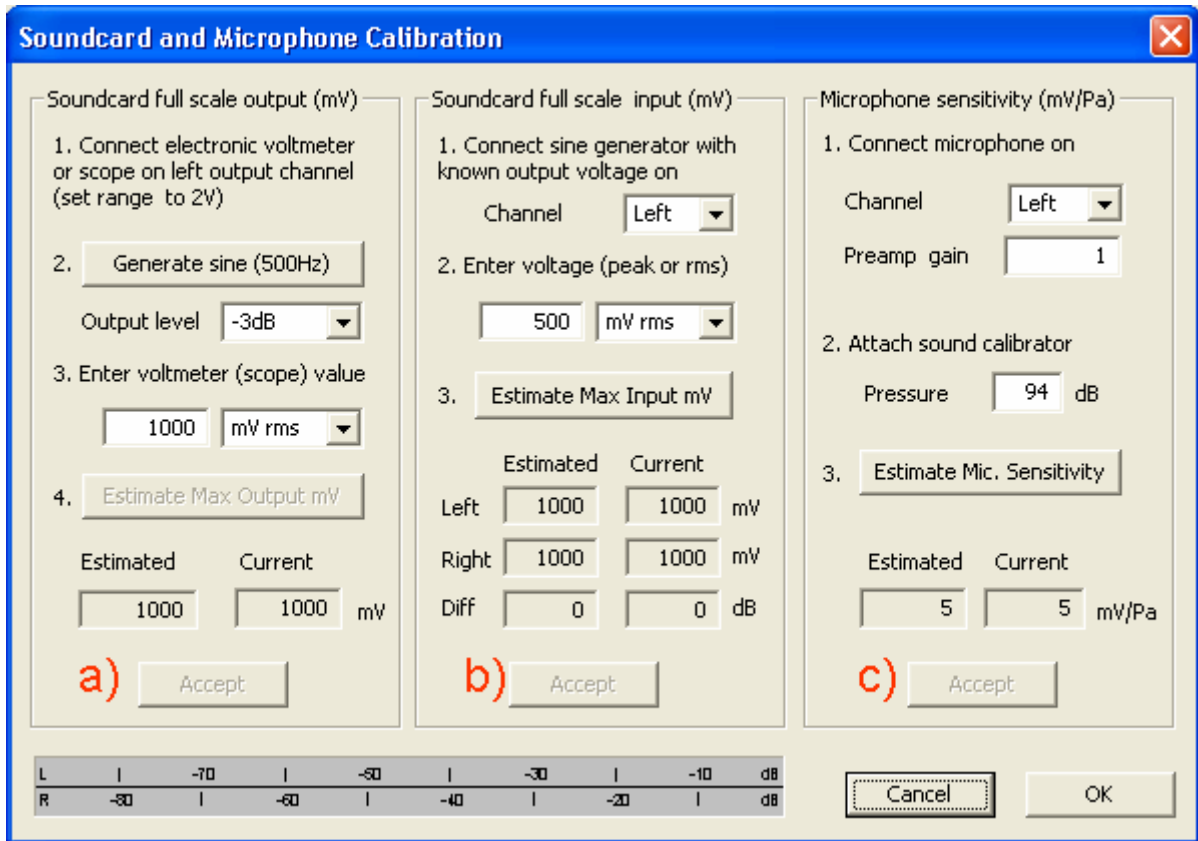

Imagen 5.1: Menú de calibración
5. Presione '**Estimate Max Input mV**' y controle el nivel de entrada en los medidores de pico de la parte inferior de la pantalla (véase Imagen 5.1). Si el canal de entrada está sobreexcitado, reduzca el nivel de entrada (véase Apartado 4).